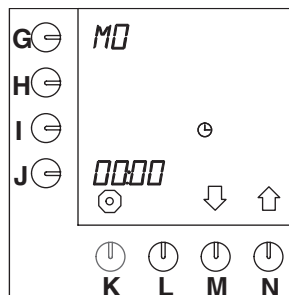

Fig. 31 Jour et heure actuels
- Appuyez sur la touche de sélection (N.)↑ jusqu'à ce que la fig. 31 (*Jour et heure actuels*) s'affiche sur l'écran de contrôle.
- Le paramètre heure se trouvant à côté de la touche de programmation commence à clignoter (fig.31).